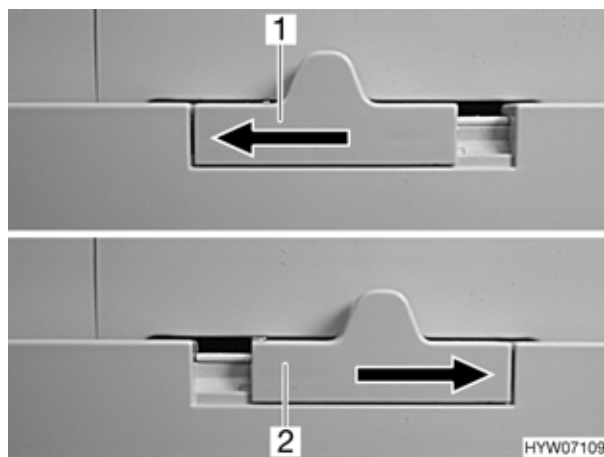

Fig. 137 Bloccaggio della porta del frigorifero (variante 2)
- Spostare il dispositivo di bloccaggio (Fig. 137,1) verso sinistra.
- Spostare il dispositivo di bloccaggio (Fig. 137,2) completamente verso destra.